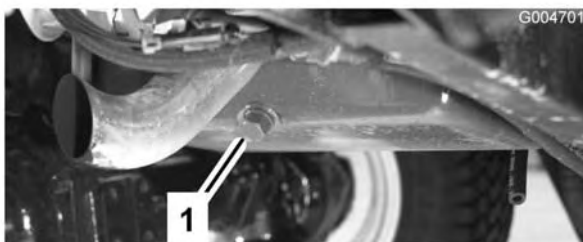

Figura 49
1. Retire cualquier de los tapones de vaciado (Figura 49) y deje fluir el aceite a un recipiente apropiado. Cuando el aceite deje de fluir, coloque el tapón de vaciado.